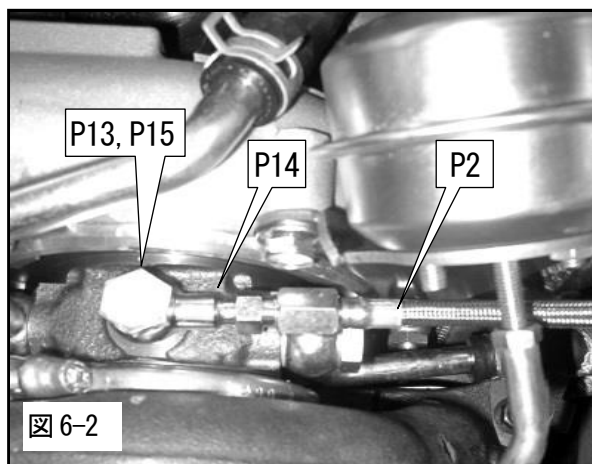

図 6-2
(2) (1) で取付けたオイルライン変換アダプタにオイルインレットホースを取付けてください。
(3) オイルインレットバンジョウ、(2) でオイルライン変換アダプタに取付けたオイルインレットホースをターボチャージャ Assy に取付けてください。(図 6-2)